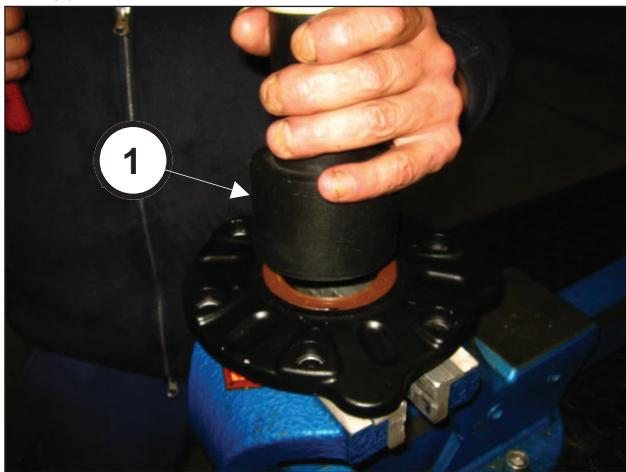

图 90
使用代码为 27634900 的工具(①, 图 90), 将油封插入链轮盖内。